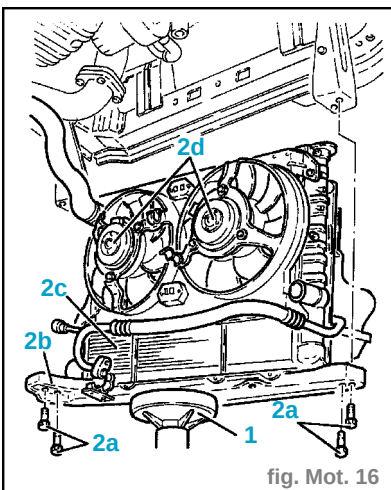

fig. Mot. 16
- Positionner un vérin hydraulique (1) sous la traverse inférieure du radiateur.
- Dévisser les vis (2a) et enlever la traverse inférieure du radiateur (2b) ainsi que le radiateur (2c) et les ventilateurs électriques. (fig. Mot. 16)